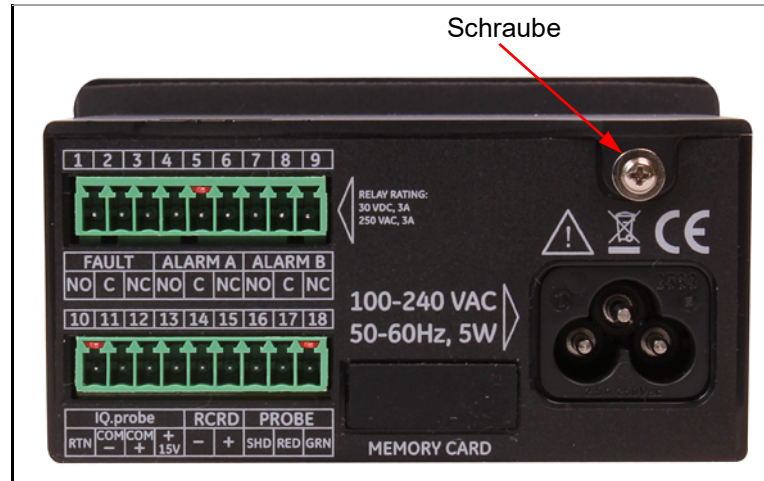

Figure 4: Rückwand (Abbildung zeigt Version mit Netzkabel)
2. Entfernen Sie die Schraube an der Oberseite der Rückwand (siehe *Figure 4 unten*).